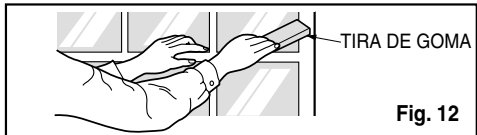

Fig. 12
6. Corte la tira de goma a la medida apropiada e introdúzcala entre la parte superior e inferior de la ventana. (Ver Fig. 12)